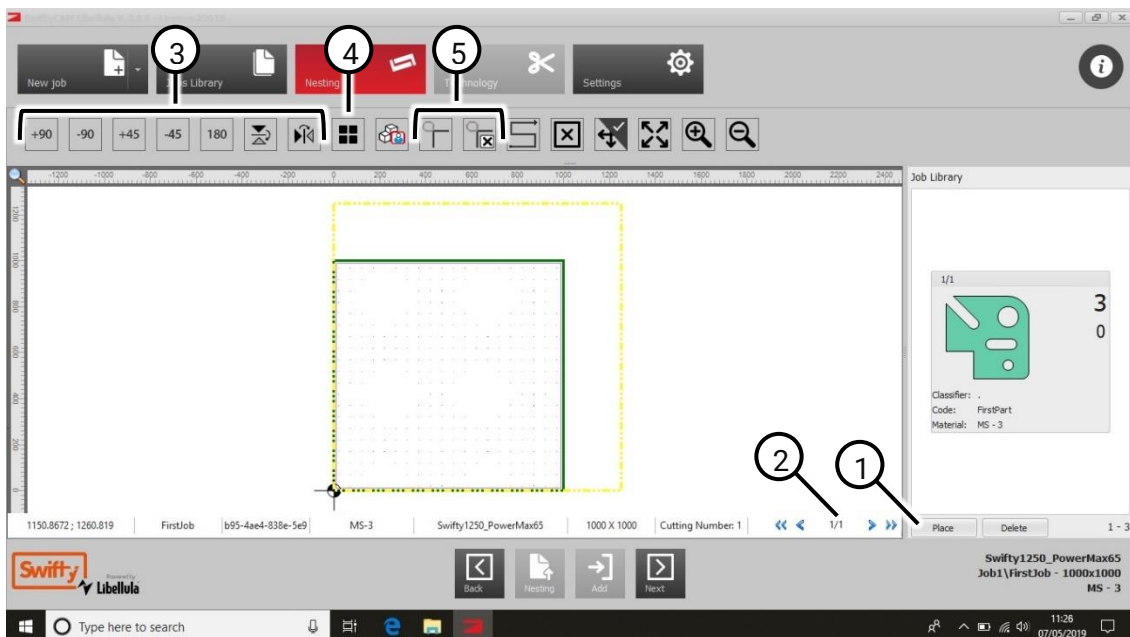

Fig. 55 Nestingvenster (standaardversie)
1. In het nestingvenster (Fig. 55) worden de randen van de snijtafel weergegeven (geel), de bij de taakinstellingen ingevoerde afmetingen van het te bewerken materiaal (groen) en grens (paars).
2.1 Het aantal te snijden componenten (in Fig. 55 het cijfer 3).
2.2 Het aantal op dit moment geneste componenten (in Fig. 55 het cijfer 0).
3. De Advanced-versie van SwiftCAM zal automatisch alle componenten uit het vak Job Library op de plaat nesten. Als de componenten niet op een plaat passen, wordt automatisch een volgende plaat gegenereerd. De cijfers rechtsonder (Fig. 55 (2)) geven het aantal platen aan. Gebruik de pijltoetsen om te wisselen tussen de verschillende platen (alleen beschikbaar als er meerdere platen zijn gegenereerd).
- 4.2 Klik op 'Place' (Fig. 55 (1)). De vorm wordt in het scherm linksonder op de plaat gepositioneerd.
- 5.1 componenten zowel horizontaal als verticaal roteren en spiegelen (Fig. 55 (3)),
- 5.2 componenten rangschikken (Fig. 55 (4)) en
- 5.3 lussen aan hoeken van componenten toevoegen om de hoeken scherper te maken (Fig. 55 (5)).